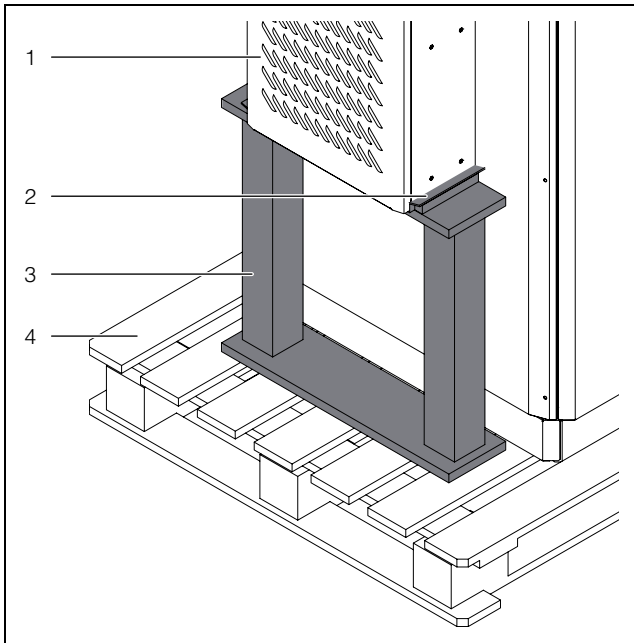
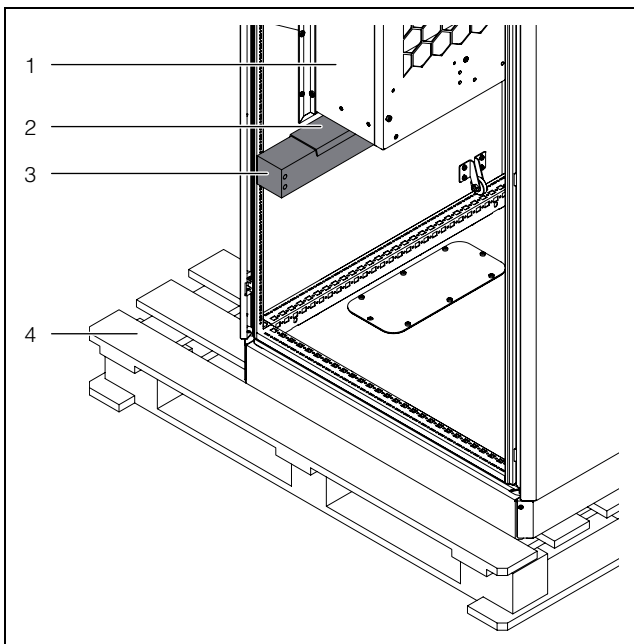

Fig. 4: Material para transportar com segurança um condicionador de ar montado no lado de fora do armário
Fig. 5: Material para transportar com segurança um condicionador de ar montado no lado de dentro do armário
- Para transportar aparelhos montados no armário, utilize material para garantir a segurança (por exemplo: uma estrutura de madeira ou tábuas – fig. 4 e fig. 5). Esse material serve para dar suporte ao condicionador de ar, evitando que o aparelho se desloque no caso de ocorrer uma batida. Para evitar danos na pintura, é recomendado colocar, por exemplo, plástico bolha entre os suportes de madeira e o condicionador de ar.